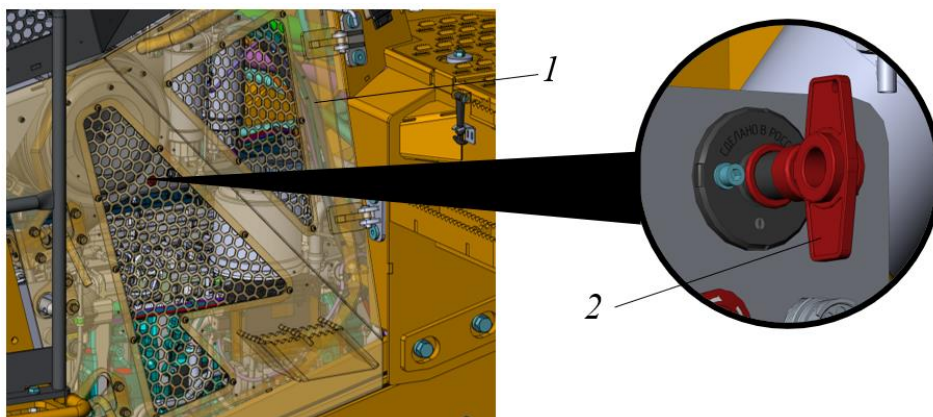

Рисунок 5.114. Главный выключатель аккумуляторных батарей
- ▶ Отключить питание главным выключателем аккумуляторной батареи 2 (выключатель размещен в моторном отсеке с левой стороны машины за створкой моторного отсека 1), см. рис. 5.114.
- ▶ Включить питание, повернув главный выключатель аккумуляторной батареи 2, рис. 5.114.
- ▶ Отключить питание главным выключателем АКБ 2, см. рис. 5.114.
- ▶ Включить питание главным выключателем АКБ 2, см. рис. 5.114.
- ▶ Отключить питание главным выключателем АКБ, см. рис. 5.114.